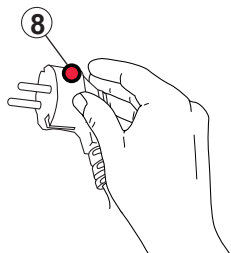

Figura 3.
10. Al enchufar y desenchufar el cable de alimentación del aparato, nunca tires del cable sino del propio enchufe o del conector (**Figura 3**).